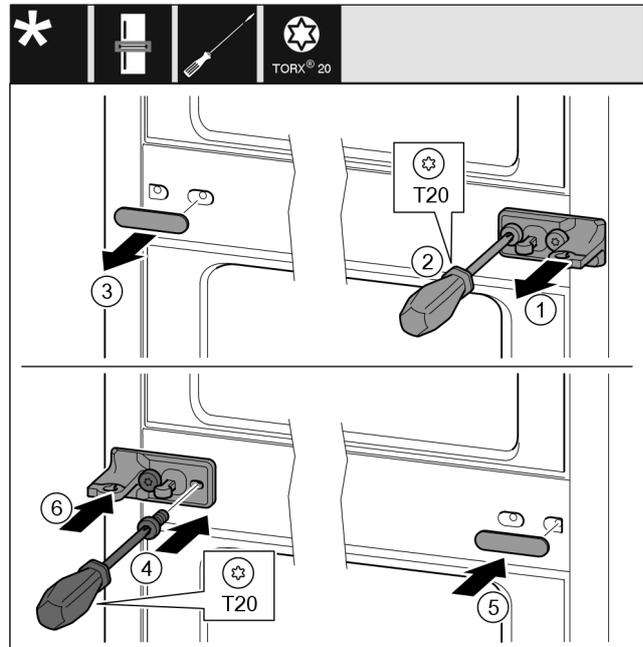

Fig. 12
- ▶ Scheibe Fig. 12 (1) abziehen.
- ▶ Schrauben Fig. 12 (2) mit Schraubendreher herausdrehen.
- ▶ Abdeckung Fig. 12 (3) vorsichtig abziehen.
- ▶ Lagerbock mit Folie Fig. 12 (4) um 180° gedreht auf der anderen Seite fest anschrauben.
- ▶ Abdeckung Fig. 12 (5) um 180° gedreht auf der anderen Seite anbringen.
- ▶ Scheibe Fig. 12 (6) von vorn aufschieben.